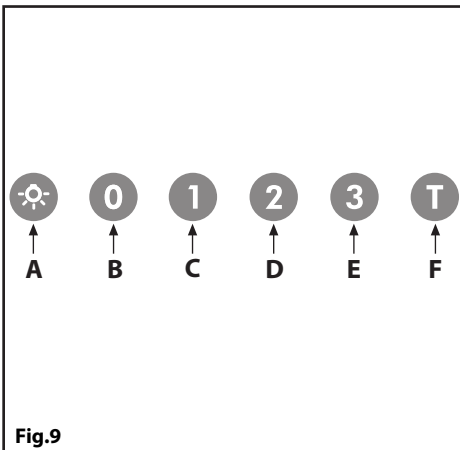

Fig.9
• **Comandi** (Fig.9): **luminosi** la simbologia è di seguito riportata: